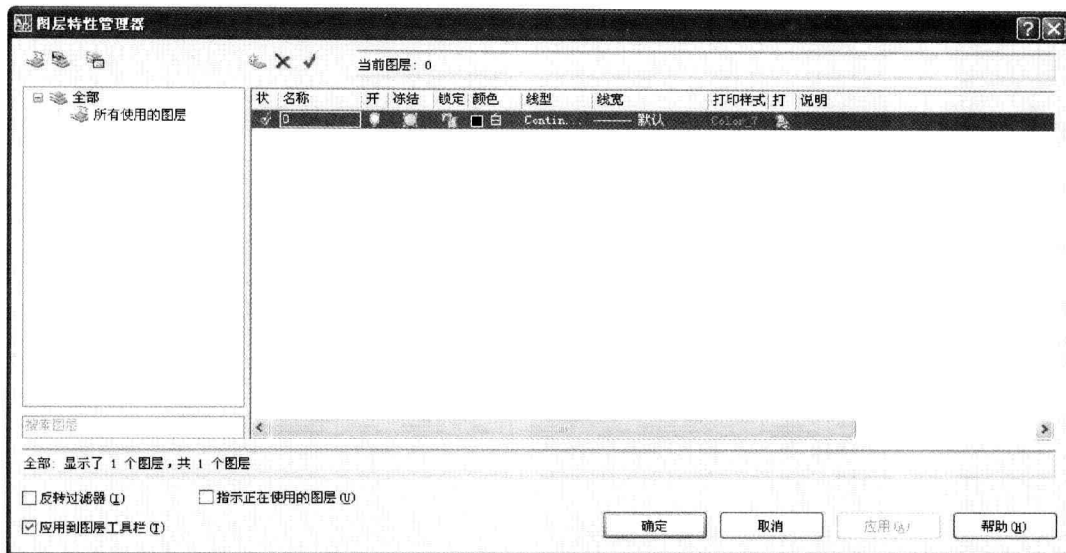

图 2-2 图层特性管理器
① 单击菜单【格式】|【图层】，或者直接单击图层工具栏图标按钮，打开【图层特性管理器】对话框，如图 2-2 所示。